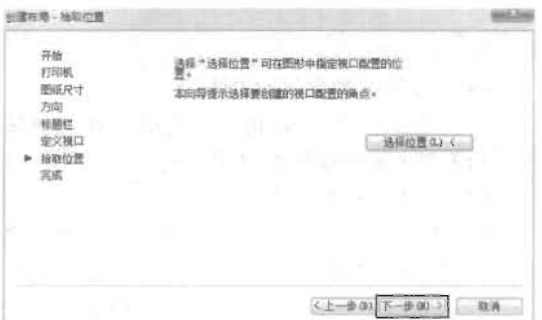

图 16-32
(6) “创建布局-定义视口”对话框用于确定新创建布局的默认视口的设置和比例。用户可在“视口比例”下拉列表中选择比例大小。选择结束后单击“下一步”按钮,屏幕上接着显示“创建布局-拾取位置”对话框,如图 16-32 所示。